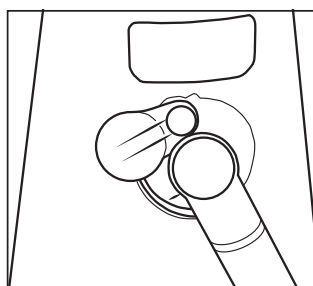

Fig. 2
1. Retirez et tournez le clapet de l'orifice des accessoires. Retirez l'élément provoquant l'obstruction ou le blocage (Fig. 2).
1. Retirez et tournez le clapet de l'ouverture des accessoires. Retirez l'élément provoquant l'obstruction ou le blocage (Fig. 2).